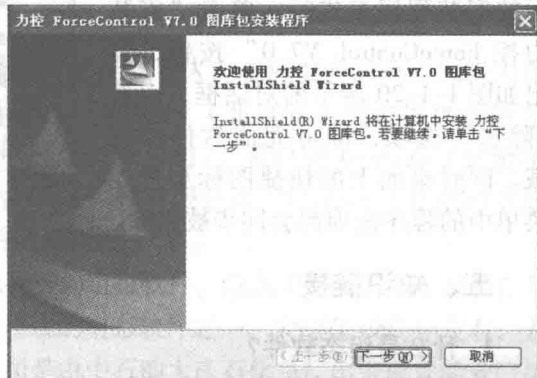

图 1-1-17 图库安装“欢迎”对话框
1) 在图 1-1-2 所示的界面中单击“安装图库”按钮,弹出如图 1-1-17 所示的图库安装“欢迎”对话框。